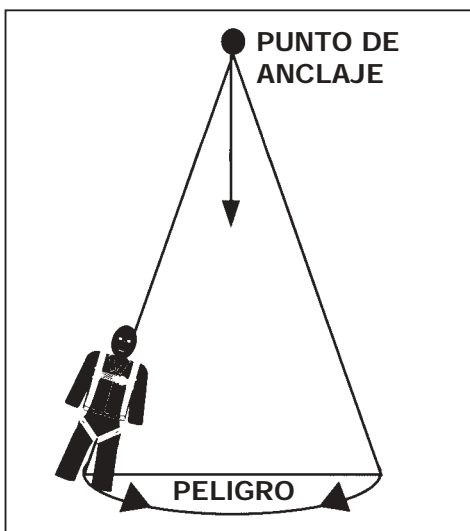

FIGURA 4
- 4.1 Siempre se debe instalar el garfíco por encima de la cabeza para prevenir el riesgo de una caída con oscilación. (Figura 4)